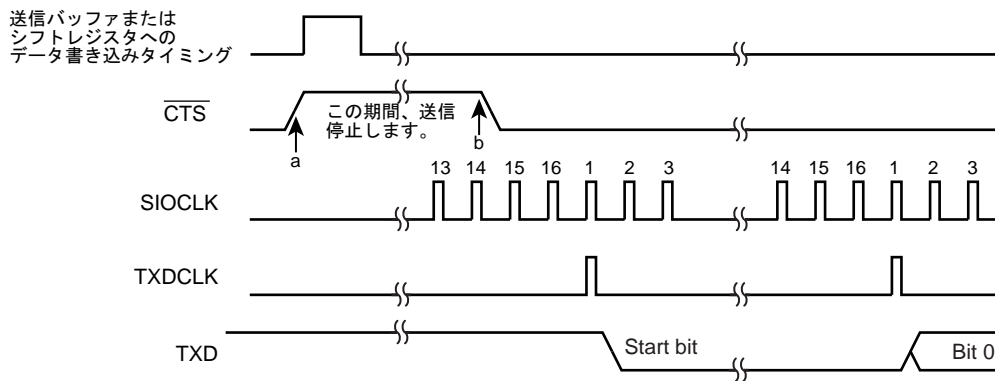

図 12-9 $\overline{\text{CTS}}$ 信号のタイミング
- 注 1) 送信中に $\overline{\text{CTS}}$ 信号を立ち上げた場合、送信終了後に停止します(図 12-9 "a")。
- 注 2) $\overline{\text{CTS}}$ 信号立下り後の最初の TXDCLK クロックから送信を開始します(図 12-9 "b")。